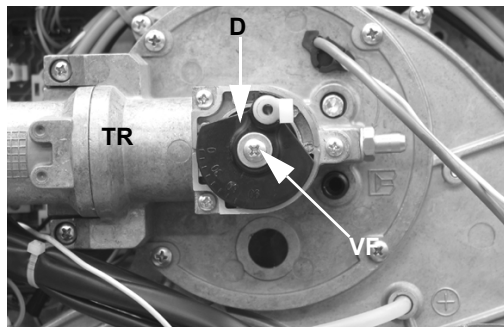

Fig. 21: Nuova posizione
- 11 Ruotare di 180° il disco **D** e fissare la vite **VF** (Fig. 21).